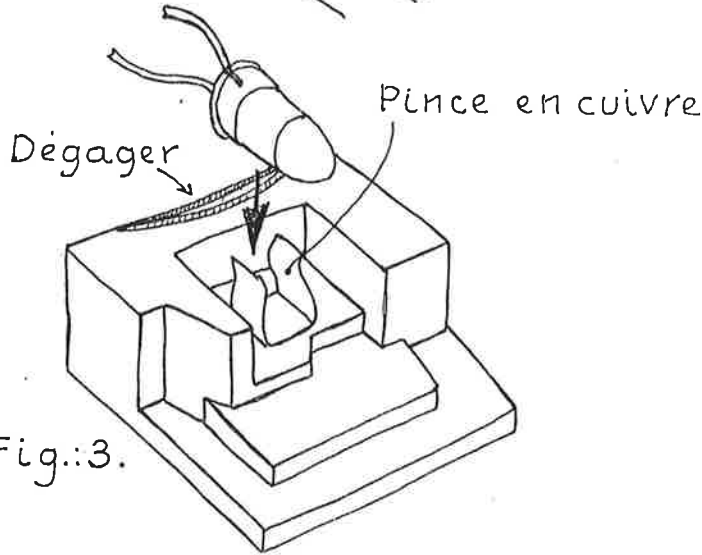

Fig.:3.
- Par cette opération on supprime de chaque côté le support d'ampoule d'éclairage qui sera remplacé par une pince en cuivre collée sur le plancher de la cabine (fig. 3).
- Il faut aussi dégager l'endroit où la patte avant vient buter contre l'arrière de la cloison de cabine (fig. 3).